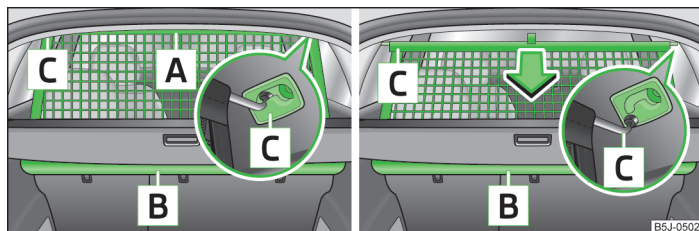
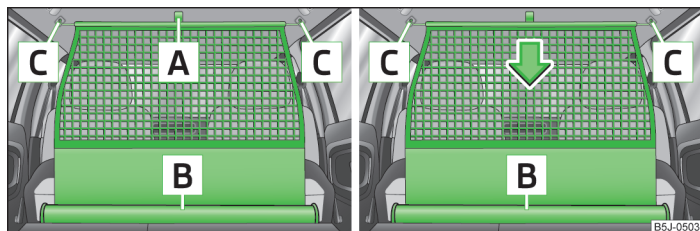

Fig. 53 Extragerea / rularea în sus a peretelui despărțitor din plasă
Fig. 54 Extragerea / rularea în sus a peretelui despărțitor din plasă
- Asigurați-vă că bara transversală este introdusă în locașurile **C** » fig. 53 la pagina 65, respectiv » fig. 54 la pagina 66 în poziția cea mai din față!
- Trageți peretele despărțitor de chinga **A** » fig. 53 afară din carcasa **B**, în direcția prinderilor **C**.
- Trageți puțin în spate bara transversală, mai întâi pe o parte, apoi pe partea cealaltă, și scoateți-o din prinderile **C** » fig. 53.
- > Trageți peretele despărțitor de chinga [A] » fig. 54 afară din carcasa [B], în direcția prinderilor [C].
- > Trageți puțin în spate bara transversală, mai întâi pe o parte, apoi pe partea cealaltă, și scoateți-o din prinderile [C] » fig. 54.